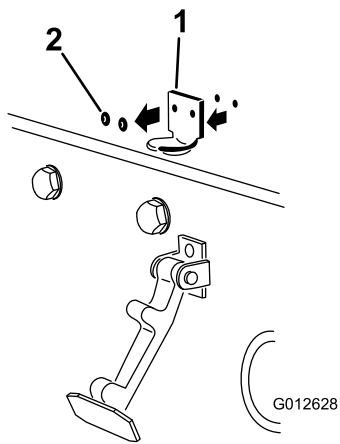

図 15
- フードラッチのブラケットをフードに固定しているリベット2本を外し 図 15 フードからフードラッチのブラケットを取り外す。